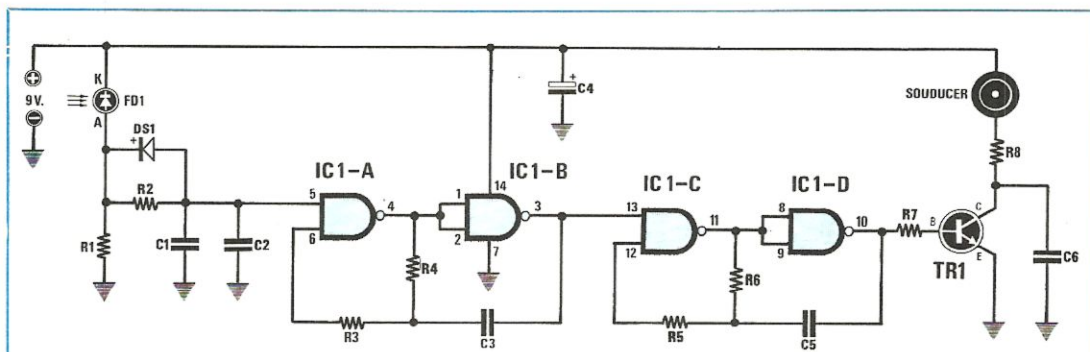

Fig. 1 Schema elettrico dell'avvisatore acustico LX.557.
Come vedesi in fig. 1 per realizzare questo interrupt non necessita un eccessivo numero di componenti, abbiamo utilizzato infatti un comune NE.555 come trigger di Schmitt ed un transistor amplificatore.
Come si può vedere in fig. 1, non appena il fotodiodo viene colpito da una sorgente luminosa, si porta in conduzione e carica lentamente, tramite la resistenza R2 da 10 megaohm, i due condensatori
**Fig. 1** Schema elettrico della tastiera numerica che potrete abbinare a quella alfanumerica già in vostro possesso e collocare nel mobile appositamente costruito visibile nelle due foto